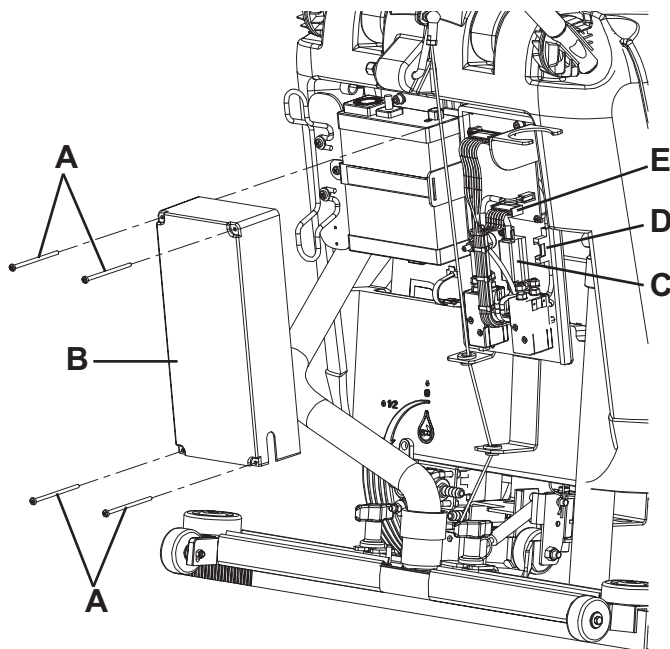

Figure 10
2. Débrancher les bornes négatives des batteries (50).
3. Dévisser les vis (A, Fig. 10) et enlever le couvercle (B) du boîtier électrique.
- brosse (40 A) (C)
- aspiration (40 A) (D)
- électrovanne et carte électronique (5 A) (E).